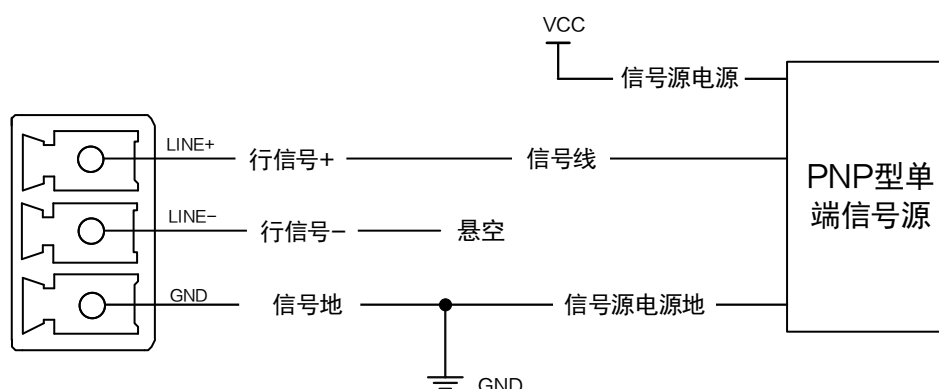
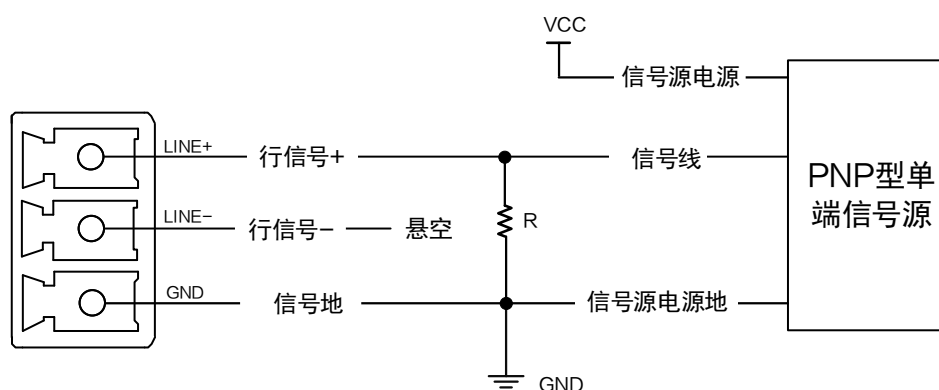

图3-6 PNP 单端输入接线（无需下拉电阻）
图3-7 PNP 单端输入接线（需下拉电阻）
- PNP 型单端信号源提供信号源时，有两种不同的接法，如图 3-6 和图 3-7 所示，其中图 3-7 接线图中下拉电阻阻值范围为 $1 \sim 4.7 \text{ K}\Omega$ 。